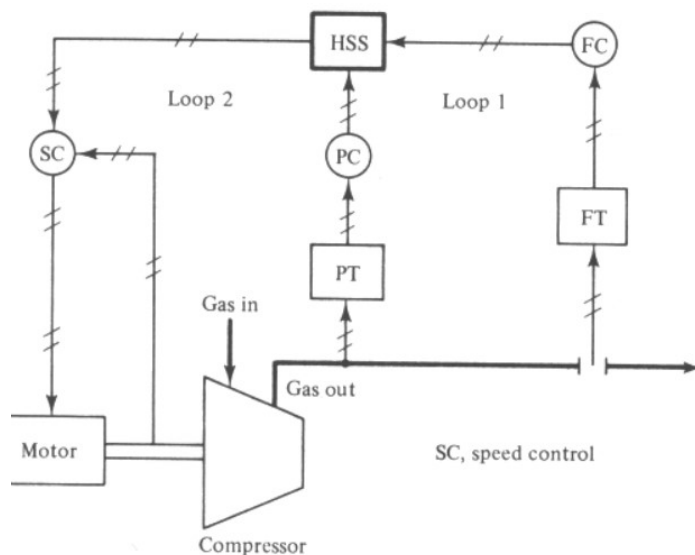

Figura 6. Control override.
- Control selectivo u override: Sistema donde cuando se recibe una señal determinada un controlador sobrepasa el nivel de prioridad del otro controlador y actúa sobre el lazo (ver **Figura 6**).